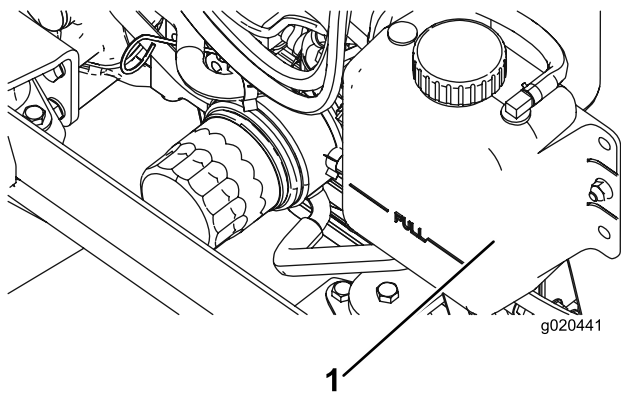

Figure 97
1. Retirez le bouchon du radiateur et le bouchon du vase d'expansion avec précaution (Figure 97).